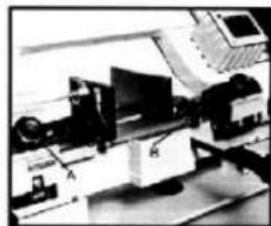

Fig.6
2. Draai de knop (A.Fig.6) en de bout (B) los. Schuif de bladgeleiders zo dicht mogelijk bij elkaar. mogelijk aan het materiaal zonder de snede aan te raken.
3. Draai de knop (A) en de bout (B) vast en sluit de machine aan op de stroombron.